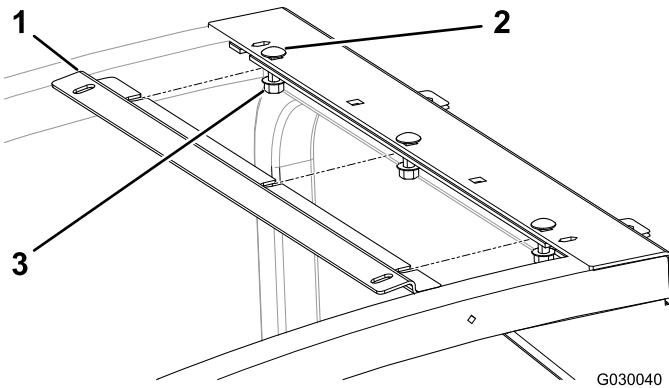

Рисунок 1
- Ослабьте имеющиеся 3 фланцевые гайки на 3 каретных болтах на раме навеса (Рисунок 1).